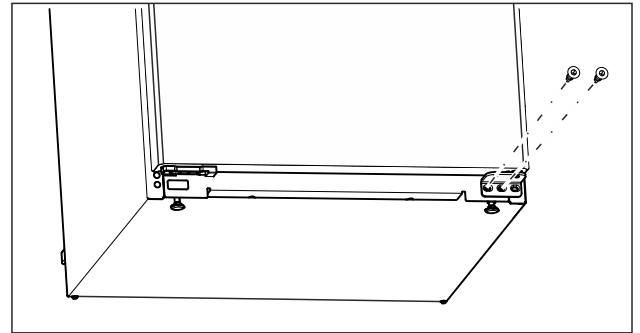

Fig. 10
- ▶ Apatinėje atraminėje gembėje išsukite vidurinį varžtą atsuktuvu Torx 20. (žr. Fig. 10)
- ▶ Apatinėje atraminėje gembėje išsukite vidinį varžtą atsuktuvu Torx 20. (žr. Fig. 10)